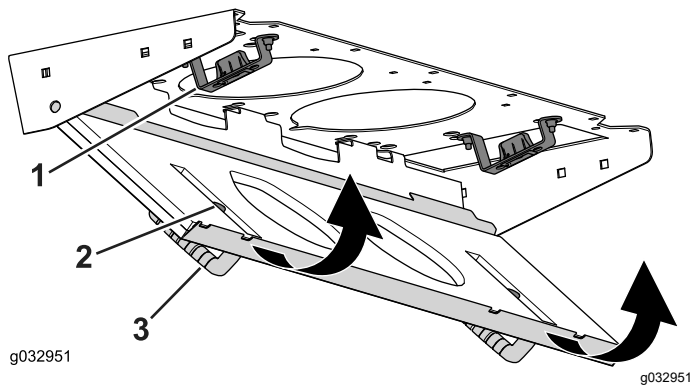

Bild 88
4. Drehen Sie das Filtersieb um die Nasen, bis der Riegel in der Riegelbefestigung einrastet (**Bild 88**).